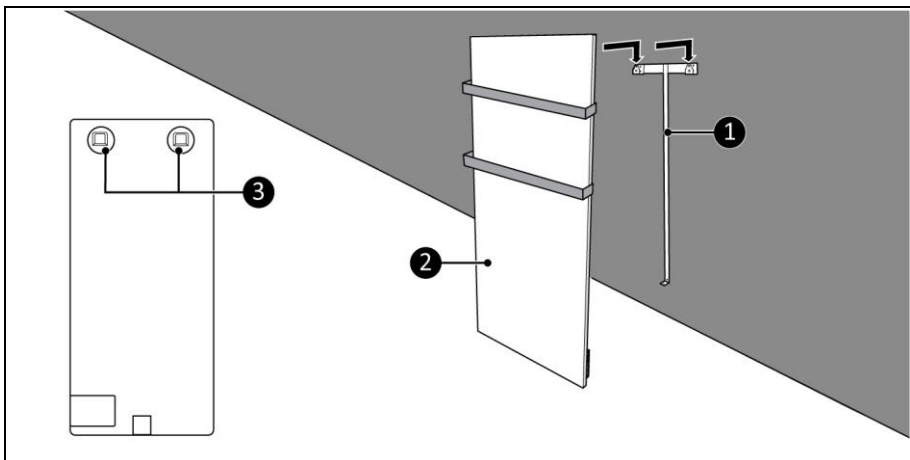

Afbeelding 7
4. Plaats de muurbeugel tegen de muur en teken de vijf gaten af (Afbeelding 7).
6. Plaats de pluggen (Afbeelding 7, pos. 3).
7. Schroef de muurbeugel (Afbeelding 7, pos. 1) met vijf grote schroeven (Afbeelding 7, pos. 2) aan de muur vast met een kruiskopschroevendraaier (Afbeelding 7, pos. 4).